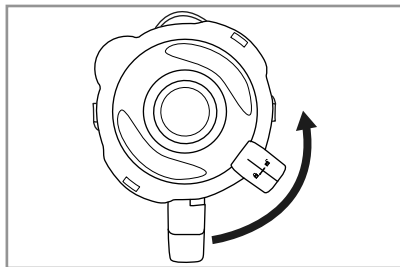

Fig. 1
- 1) Drej blenderkanden ③ i retning mod uret, indtil pilen ▼ under blenderkandens ③ håndtag står over positionen ☐. Tag blenderkanden ③ lodret op fra motorblokken ⑥.
- 2) Fjern låget ② ved at dreje det mod uret i retning af position ☐ (se fig. 1), indtil du kan tage det af oppefra.